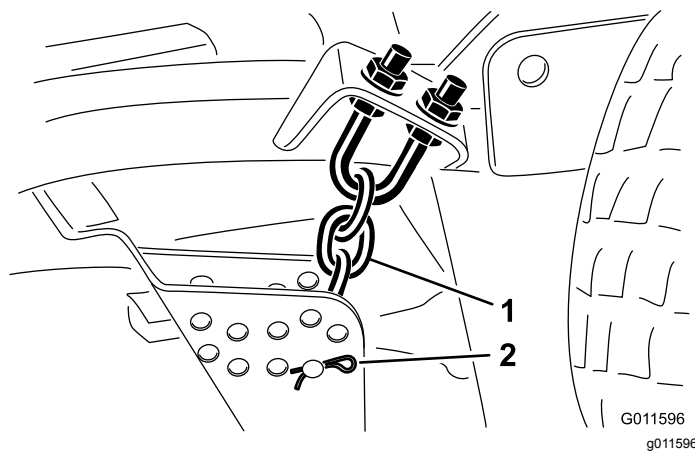

Рисунок 18
- Снимите шплинт и шплинтуемый штифт, которые крепят цепи регулировки высоты скашивания к задней части деки газонокосилки (Рисунок 18).